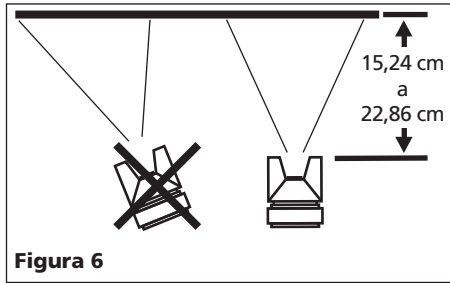

Figura 6
1. Comience a rociar. Siempre mantenga la pistola en los ángulos correctos con el movimiento de la muñeca para pintar (Vea la Figura 6).